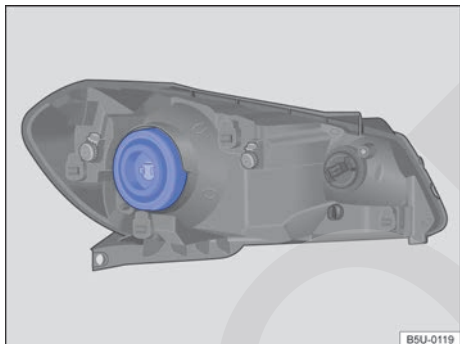

Fig. 167 En el compartimento del motor: ubicación de la lámpara incandescente del farol bajo/farol alto.
4. Remover la cobertura de goma en la parte trasera del farol ⇒ fig. 167.